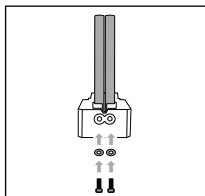

Fig. 3
- ◆ Așezați câte o șaibă suport **13** în decupajul elementului de ghidare a tăierii A **9** și rotiți câte un șurub **12** cu cheia hexagonală interioară **15** în barele de ghidare **7** (a se vedea fig. 3).